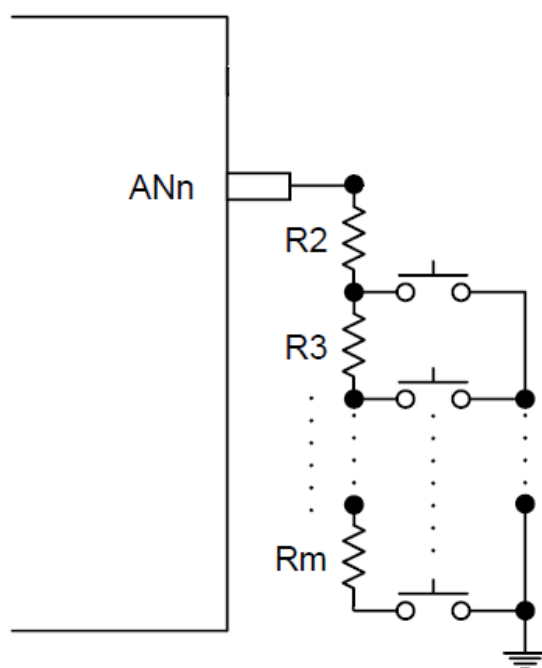

Figure 16-3 ADC 按鍵輸入串聯電阻應用參考圖
6. 如果 Figure16-3 中的某個鍵被按下，埠上就會有一個電壓值，當這個電壓值小於 4.2V（@VDD=5V）時，AMWIF 標誌位元會被拉高。晶片也會從省電模式醒來，同時進入 ADC 中斷服務程式，軟體清零 AMWIF 標誌；